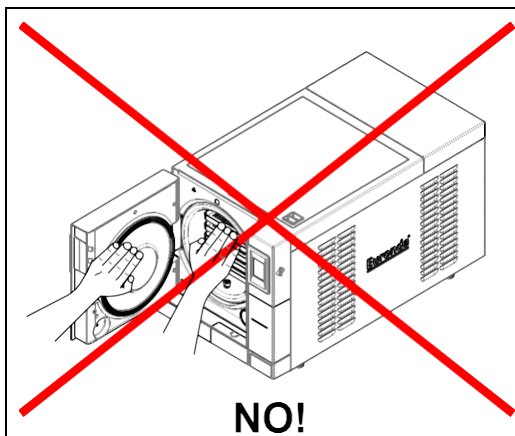

Рис. 3.4-1
Руководство разделено на главы и параграфы; рисунки пронумерованы соответственно тому, к какой главе они относятся с возрастающей нумерацией. Например, Рис. 3.4-1 (рисунок № 1 в главе 3.4).
- В конце каждого цикла внутренняя часть бойлера, внутренняя часть дверцы, лотки и загрузка очень горячие: к ним нельзя прикасаться напрямую, чтобы избежать ожогов (рис. 3.4-1). Используйте соответствующий инструмент для вынимания (экстрактор) (глава 3.3 "Защитные приспособления").